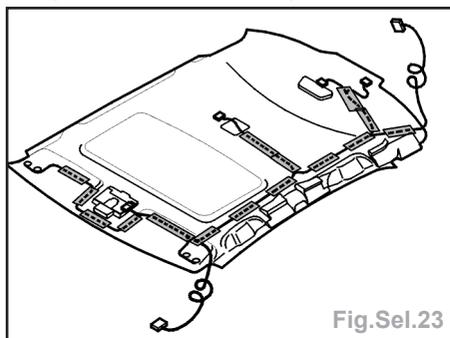

Fig.Sel.23
- En cas de remplacement, certains composants doivent être transférés sur la nouvelle garniture de pavillon (Fig.Sel.23).